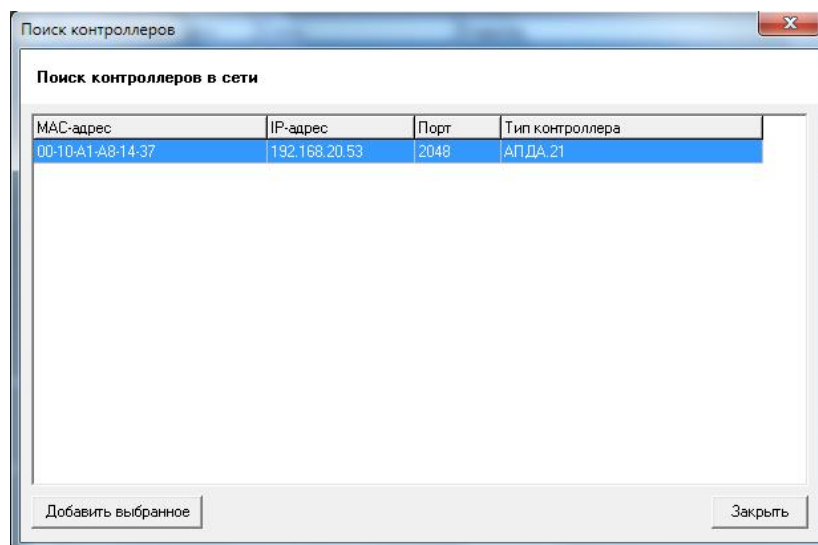

Рисунок 291 – Диалог "Поиск контроллеров"
- 8.1) Нажмите на кнопку "Искать". В диалоге "Поиск контроллеров" (см. Рисунок 291) отобразится список контроллеров, найденных в сети.